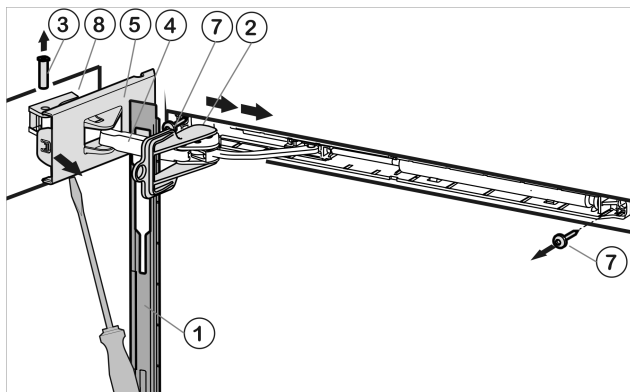

Fig. 15
- Desplace hacia delante el panel a través del estribo del amortiguador Fig. 15 (4) en dirección del aparato.
- Encaje el seguro Fig. 15 (2) en el agujero oblongo.
- Suelte la cubierta Fig. 15 (5) en el lado de la bisagra hasta el primer enganche con la ayuda de un destornillador.
- Extraiga el perno Fig. 15 (3) presionando desde abajo.
- Presione el estribo del amortiguador Fig. 15 (4) en dirección de la puerta.
- Suelte por completo la cubierta Fig. 15 (5) en el lado de la bisagra y retírela.
- Retire el panel Fig. 15 (1).
- Desatornille la unidad de amortiguador de cierre (2 Torx 15) Fig. 15 (7).